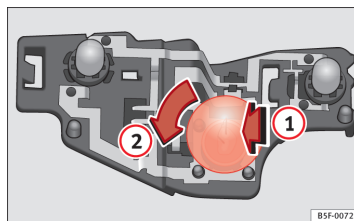

Fig. 148 Emplacement des ampoules sur le support d'ampoules.
- Insérez l'ampoule dans le support en appuyant légèrement ⇒ fig. 148 (1), tournez-la ensuite vers la gauche (2) et retirez l'ampoule défectueuse.